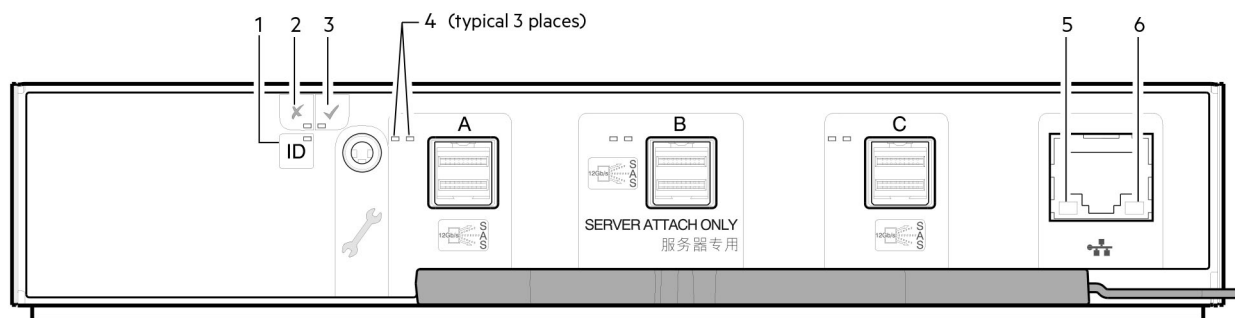

Figure 35. Voyants : module d'extension ME412/ME424/ME484
- Lorsque le module d'extension présenté ici Figure 35. Voyants : module d'extension ME412/ME424/ME484 est utilisé avec les modules de contrôleursSérie ME4 pour ajouter du stockage, son port d'extension mini-SAS HD central (B) est désactivé par le micrologiciel.